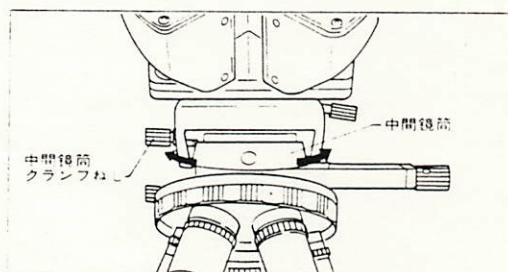
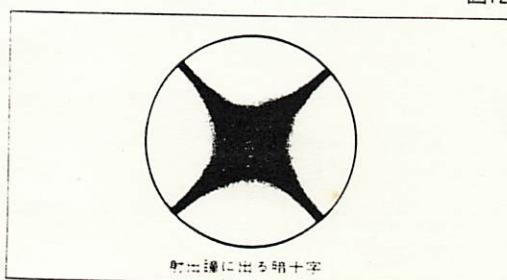

図12
図13
- 5) 中間鏡筒クランプねじを少し緩めて、中間鏡筒をわずかに回転させ(図12)、図13のような暗十字を出してからクランプねじで中間鏡筒を固定します。